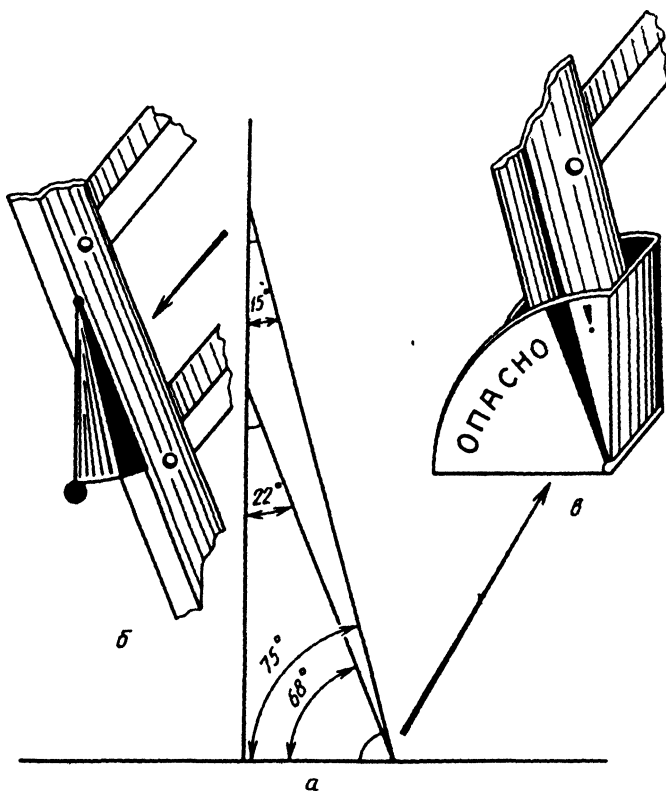

Рис. 4.34
- ◇ Специалисты по технике безопасности выяснили наиболее опасные наклоны для лестниц — стремянок. Это 68–75°. Если Вы пользуетесь стремянкой или лестницей, снабдите их указателями опасности: сектор и шарик-груз на нити (вариант б на рис. 4.34) или "копытце" (вариант в на том же рисунке).